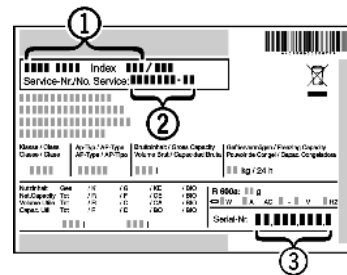

Fig. 11
- ▶ A készülék megnevezését *Fig. 11 (1)*, a szerviz- *Fig. 11 (2)* és sorozatszámot *Fig. 11 (3)* a típus-tábláról olvassa le. A típustábla a készülék belsejében baloldalon található.
- ▶ Értesítse a vevőszolgálatot a hibáról, és adja meg nekik a készülék megnevezését *Fig. 11 (1)*, a szerviz- *Fig. 11 (2)* és a sorozatszámot *Fig. 11 (3)*.